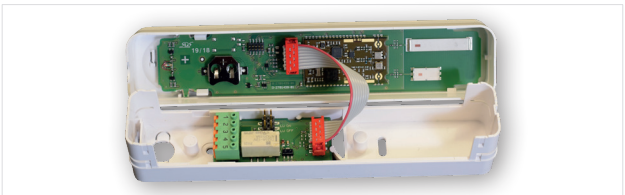

Abb. 11: Verbindungsleitung im FM 155F
- ▶ Die Relaisplatine mittels Verbindungsleitung mit der Funkplatine im Deckel gemäß Abb. 11 verbinden.